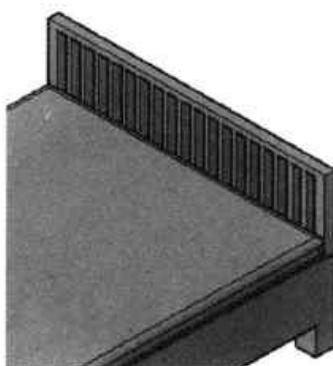

图14-67 执行“差集”命令
**Step14** 执行“差集”命令，将阵列后的长方体从床靠背中减去，如图 14-67 所示。